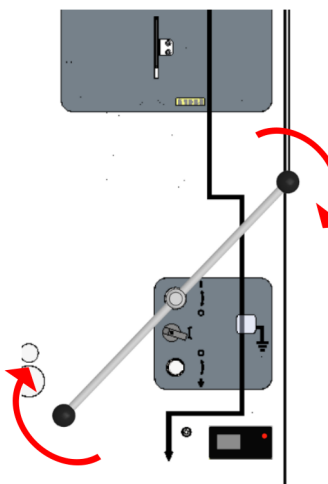

Figura 26
3) Introduceți manivela de acționare în orificiul de acționare a separatorului și rotiți-o în sens orar (figura 26) pentru a trece separatorul din poziția închis în poziția de separare (în acest moment, indicatorul de poziție al separatorului/cuțitului de legare la pământ trece de la figura 27a la figura 27b), apoi scoateți manivela de acționare.